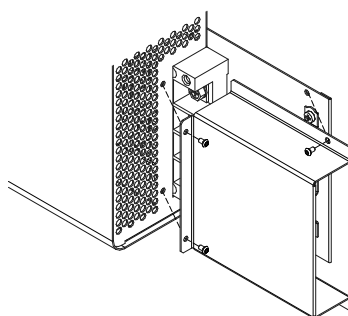

Рисунок 23. Крепление защитного кожуха у стабилизаторов IS12000 и IS15000
13. Одеть защитный кожух на выводы подключения входной сети и нагрузки. Способ крепления защитного кожуха – **рисунок 23** и **рисунок 24**. У модели IS20000 при необходимости следует зафиксировать кабели сети и нагрузки соответствующим элементом.